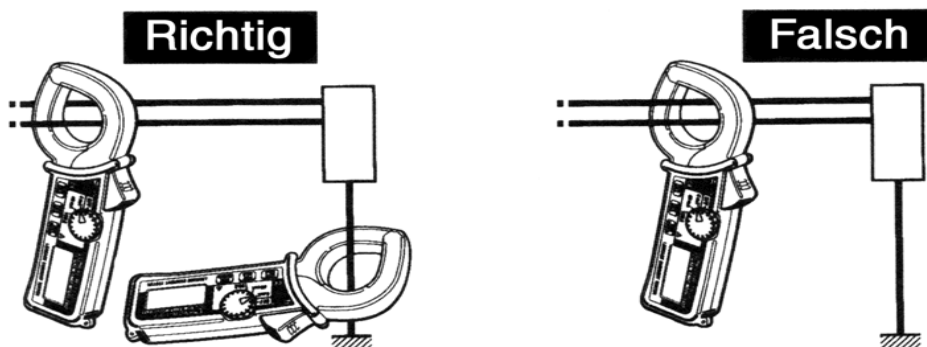

Abb. 1 Normale Messung
- (1) Drehen Sie den Funktionswahlschalter auf den benötigten Messbereich. (Stellen Sie sicher, dass der zu messende Strom nicht den Messbereich übersteigt.)
- (2) Um eine normale Messung durchzuführen (Abb. 1), legen Sie die Zange nur um einen einzigen Leiter. Der gemessene Strom wird auf dem Display angezeigt. Fehler- und Leckströme die durch den geerdeten Leiter fließen können so ebenfalls gemessen werden. Es wird empfohlen den zu Messenden Leiter möglichst mittig in der Stromzangenöffnung zu halten.